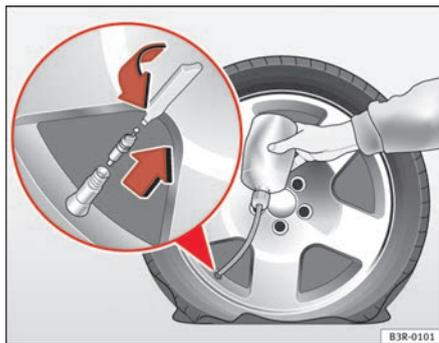

Fig. 184 Efectuar a reparação
- Remova a protecção da válvula do pneu e desenrosque o interior da válvula com a ferramenta fornecida ⇒ fig. 184.